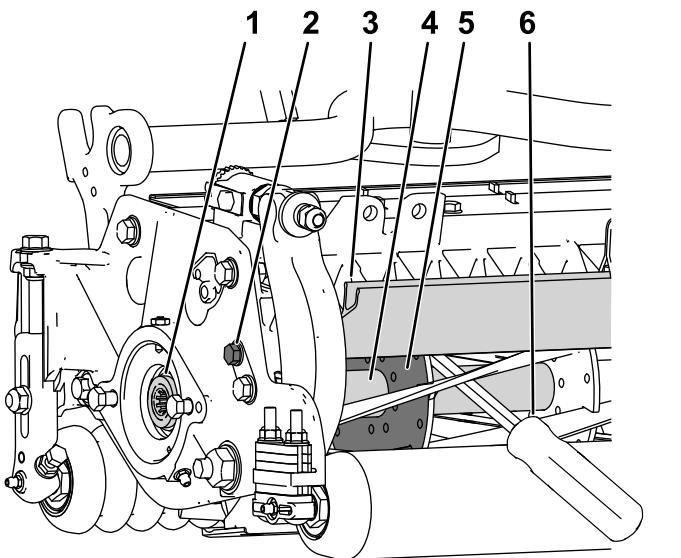

Figura 42
1. Afloje el perno del deflector a la izquierda de la unidad de corte y eleve el deflector trasero (Figura 42).
2. Introduzca una palanca de mango largo (se recomienda una palanca de $\frac{3}{8}$ " x 12" con mango de destornillador) a través de la parte trasera del molinete de corte, junto al lado de la unidad de corte que se va a apretar (Figura 42).
3. Coloque la palanca contra la parte soldada de la placa de soporte del molinete (Figura 42).